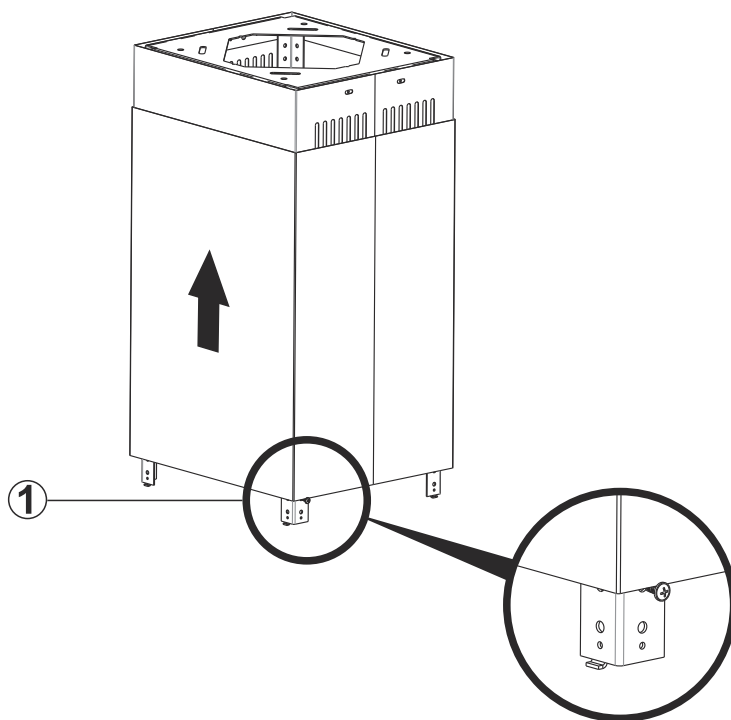

Fig. 12
1. ➤ Abbinare le lamiere dei fogli metallici del prodotto alle barre di sospensione del prodotto (Fig. 12).
2. ➤ Installare una vite 3.5 x 9.5 (1) alla barra di sospensione del prodotto e lasciare le lamiere in metallo sulla vite per consentire alle lamiere di restare fissate sulle barre di sospensione prima dell'installazione (Fig. 12).
1. ➤ Togliere la vite di fissaggio del foglio canna fumaria (Fig. 12).